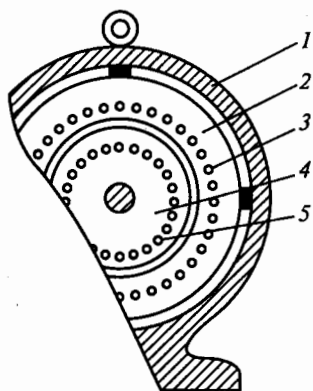

Рис. 216
**9.4.** Какая из частей асинхронного двигателя на рис. 216 не может быть изготовлена из указанных материалов?